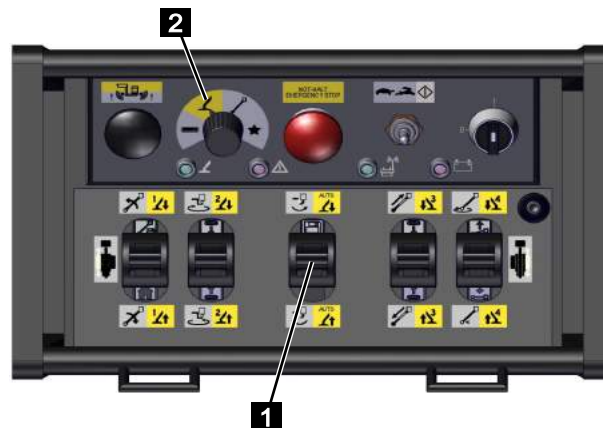

Fig. 132
4. Mettre le sélecteur de fonction de la commande radio sur [Fonctions des appuis] (jaune) (Fig.132/2).
5. Commander les appuis avec le levier de commande (Fig.132/1) suivant le tableau ci-après.